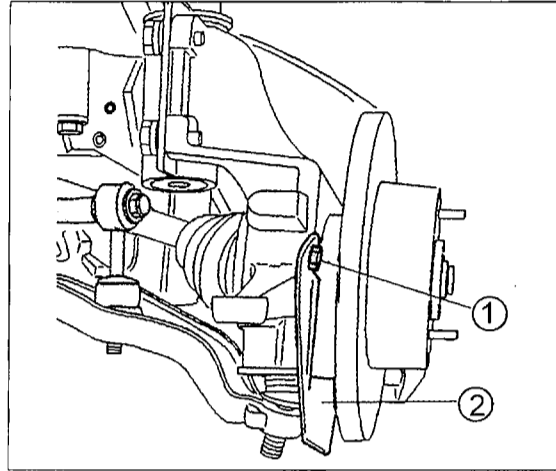
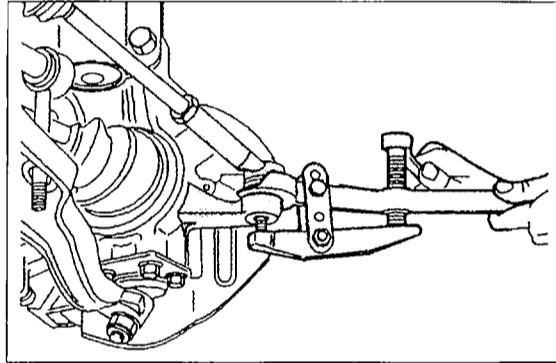

Bild 237
Bild 238
- Die Mutter des Spurstangengelenks vom Lenkhebel abschrauben und das Gelenk in der in Bild 237 gezeigten Weise trennen. Die gelöste Spurstange nach oben schwingen, wie man es in Bild 238 sehen kann.
- Die in Bild 238 gezeigten Muttern (2) und (3) der Koppelstange entfernen.
Der Einbau geschieht in umgekehrter Reihenfolge wie der Ausbau. Die selbstsichernden Muttern müssen immer erneuert werden. Das Anziehen der Schrauben und Muttern erfolgt, nachdem das Fahrzeug mit den Rädern auf dem Boden aufsitzt. Schrauben (1) in Bild 239 mit 200 Nm anziehen, Schrauben (2) mit 85 Nm und Muttern (2) und (3) in Bild 238 mit 80 Nm anziehen.